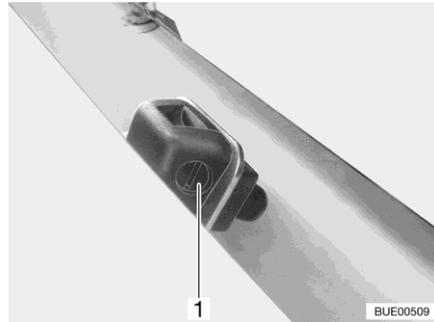

Fig. 43 Ugelli lavavetro
- Regolazione: ■ Servendosi di un cacciavite appropriato, girare la vite di regolazione (Fig. 43,1) fino a raggiungere la posizione desiderata.